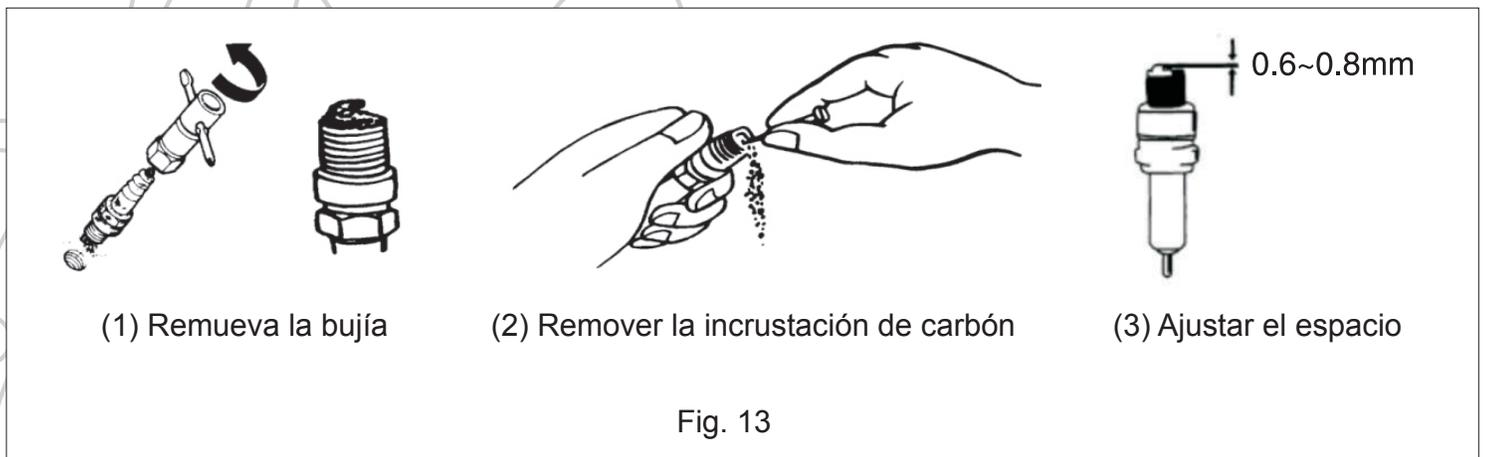

Figura 13
- E) Medir el espacio de bujía con el calibrador. El espacio debe ser de 0.6~0.8mm. Si fuere necesario, doblar el electrodo externo y ajustarlo hasta lograr el espacio requerido. Ver figura 13.